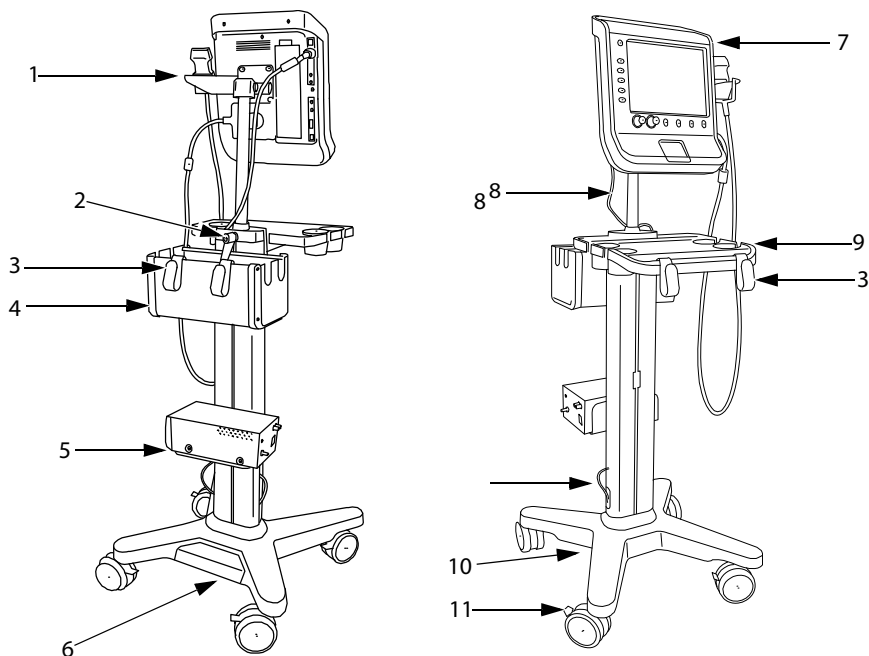

Figura 1 Base V-Universal: vistas posterior y delantera (mostrada con el sistema de ecografía S Series e impresora, cesta y bandeja opcionales)
- ❖ Conecte los cables siguientes. Consulte Figura 1 en la página 3.